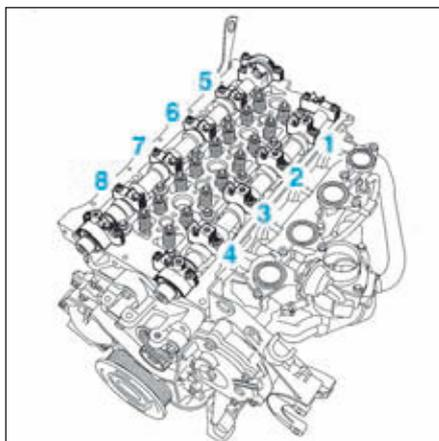

FIG.24
- Serrer les chapeaux de paliers 2, 3, 4 et 5 en respectant l'ordre suivant et le couple de serrage prescrit (Fig.24).